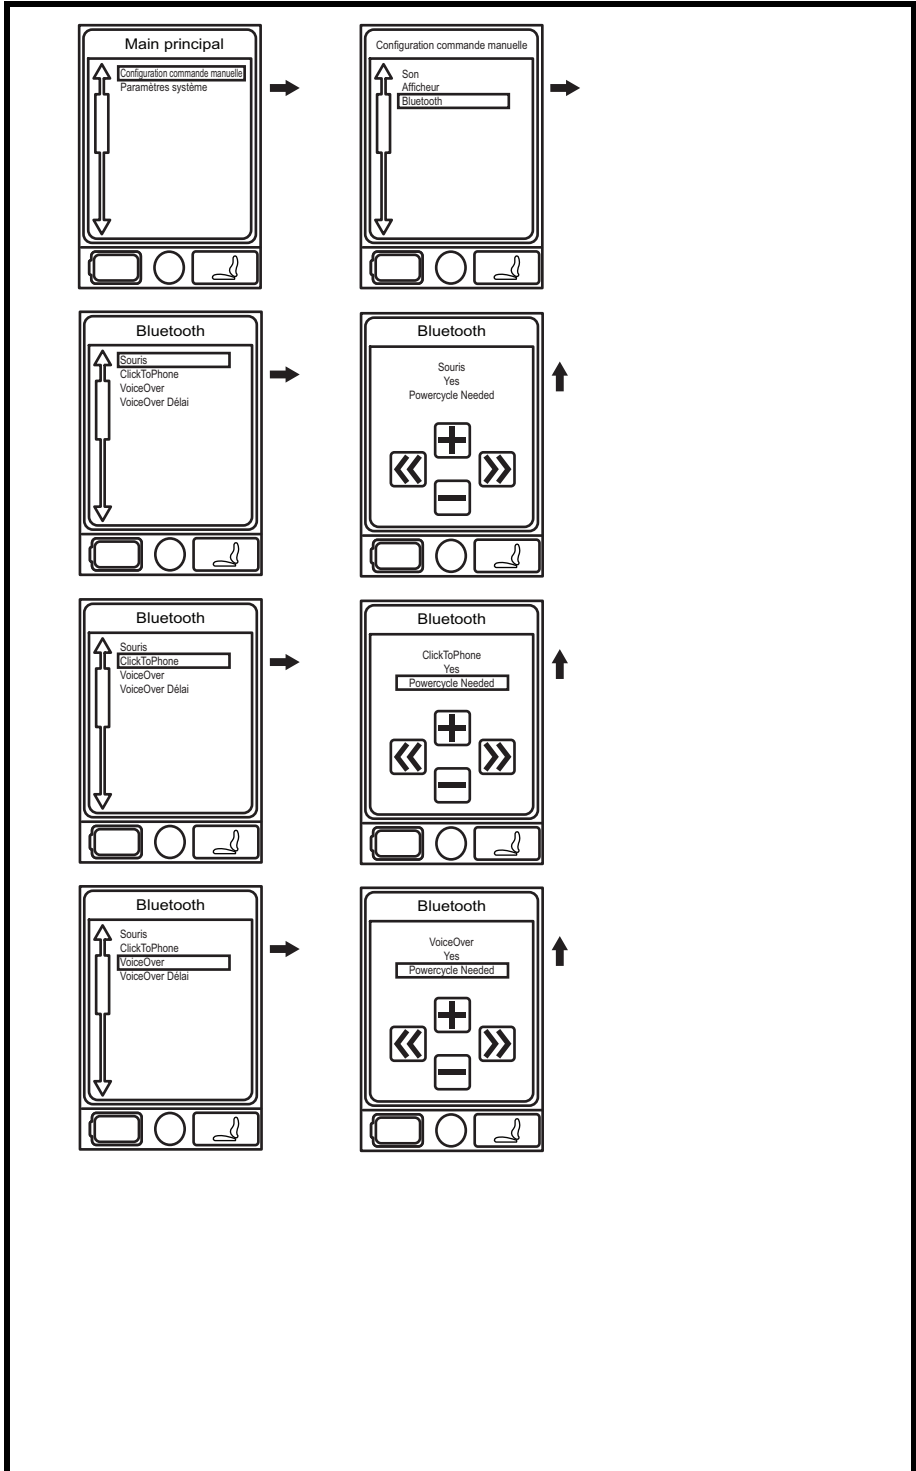

Figure 3A. Menu Bluetooth
2. Appuyer sur le bouton Menu pour accéder au Main Menu (Menu principal). **Voir la figure 3A.**
3. Utiliser la manette de commande pour mettre en surbrillance l'option Hand Control Settings (Paramètres de commande manuelle), puis pousser la manette vers la droite pour sélectionner cette fonction. **Voir la figure 3A.**
6. Pousser la manette de commande vers l'avant pour activer l'écran Bluetooth. **Voir la figure 3A.**